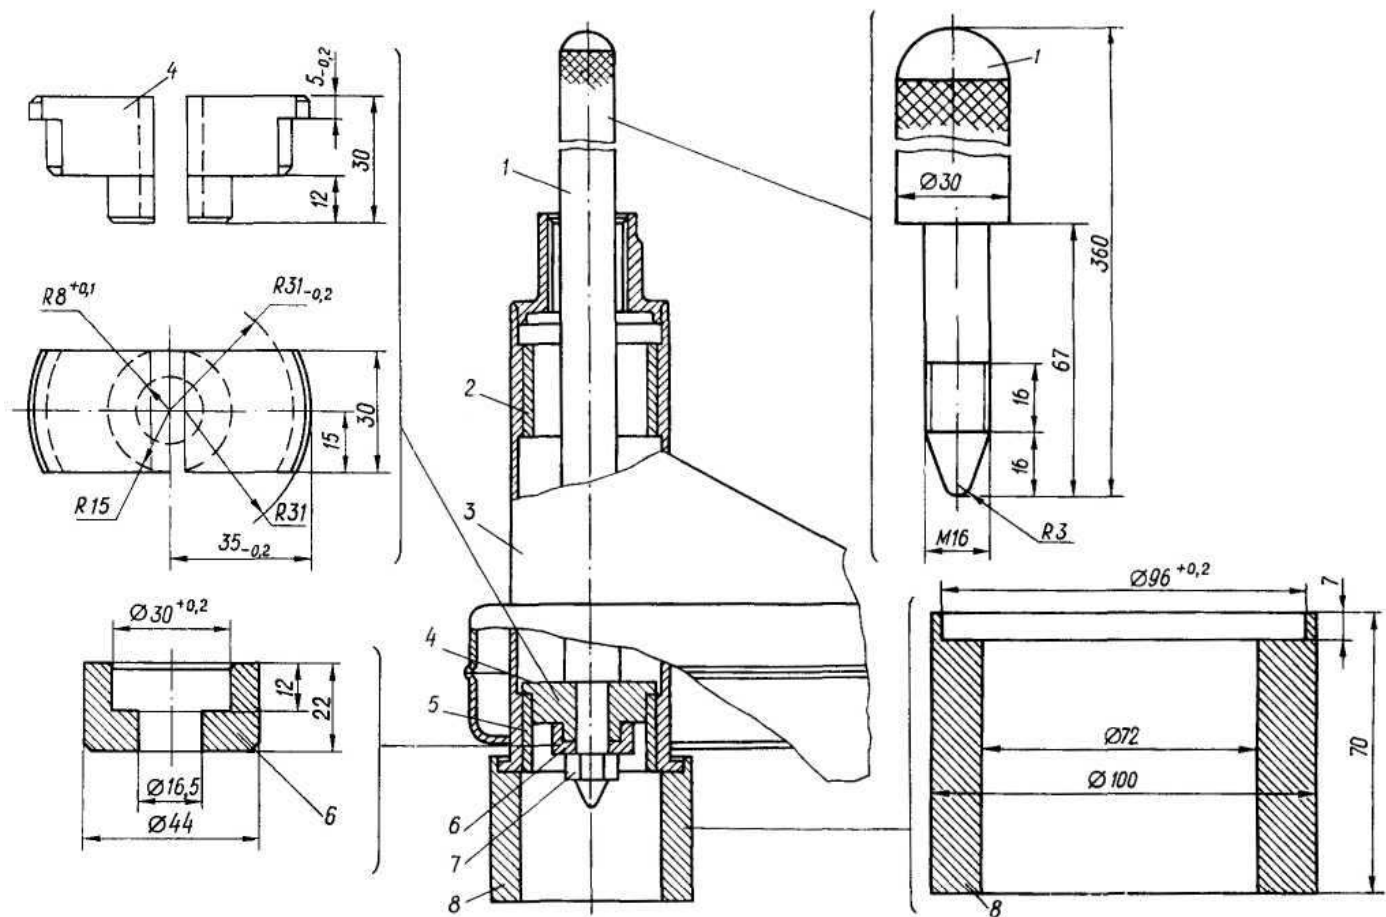

Рис. 179. Выпрессовка втулок из рычага подвески:
- выпрессуйте втулки из рычага (рис. 179);